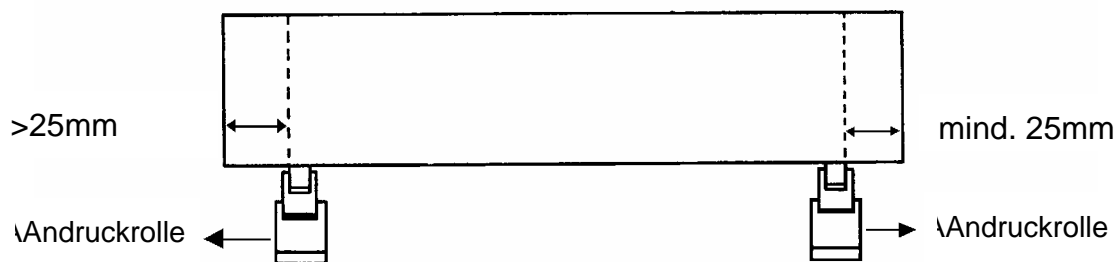

Abb. 2-24
2. Ist das Material länger als 4m, erhöhen Sie den seitlichen Rand auf mindestens 25mm am linken und rechten Materialrand (siehe Abb. 2-24).